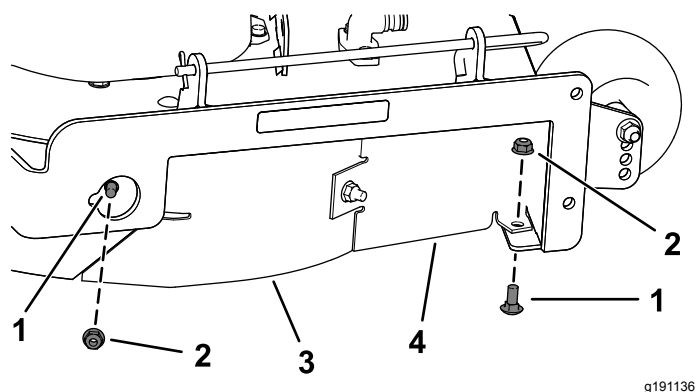

Figura 29
7. Rimuovete i 2 bulloni a testa tonda (5/16" x 3/4") e i 2 dadi di bloccaggio (5/16") che fissano il deflettore destro e la protezione del deflettore assemblati sul piatto di taglio (Figura 29).